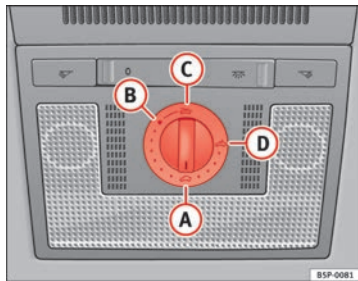

Abb. 70 Detailsicht des Dachhimmels: Drehschalter Schiebe-/Ausstelldach
- Drehen Sie den Drehschalter in Stellung **A** ⇒ Abb. 70 ⇒ ⚠.